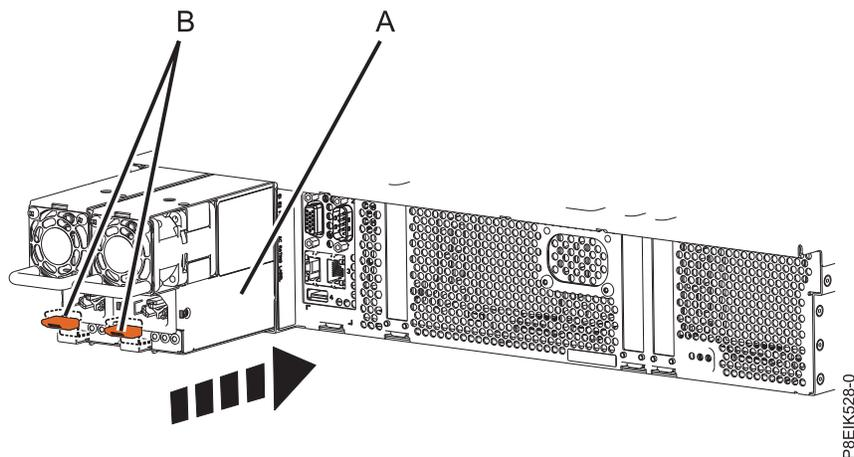

図 226. システムの電源装置の取り替え
2. 電源装置 (A) をベイに位置合わせし、赤褐色のラッチ (B) が所定の位置にロックされるまで、電源装置をスライドさせてシステムに押し込みます。図 226 を参照してください。